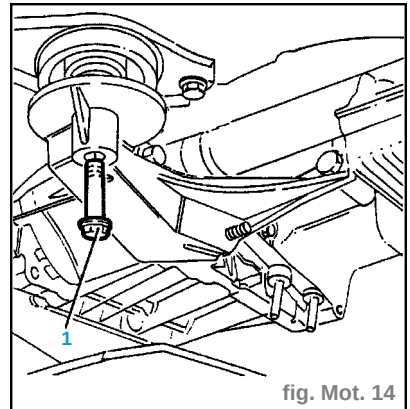

fig. Mot. 14
- Dévisser la vis du support rigide arrière du groupe du motopropulseur au tampon élastique (1) (fig. Mot. 14).
- Resserrer à **7,5 - 9,2 daN.m** la vis de fixation du support rigide arrière du groupe du motopropulseur au tampon élastique (fig. Mot. 14).